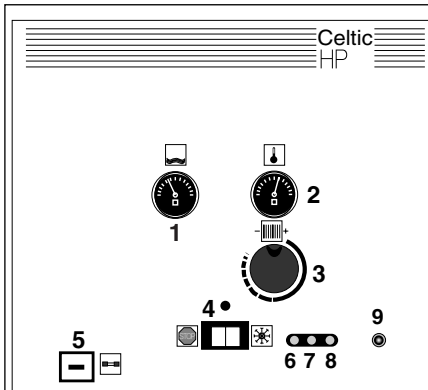

Fig. 1
Vérifiez que la pression dans le circuit de chauffage est suffisante : l'aiguille du manomètre (1) (fig. 1) doit se situer entre 1 et 2,5 bar même si la chaudière n'est utilisée
- Placer l'interrupteur (4) (fig. 1) en position « ☒ » ou en position « ☒ ».
Placer l'interrupteur (4) (fig. 1) en position « ☒ ». Cette chaudière est conçue pour fournir de l'eau chaude à température constante, pour un débit d'eau sanitaire compris entre 1,5 et 12 l/min. (à 57° C environ), les températures plus basses seront obtenues aux points de puisage par mélange d'eau froide.
Placer l'interrupteur (4) (fig. 1) en position « ☒ ».
Thermostat chauffage : le bouton (3) (fig. 1) de ce thermostat règle la température de l'eau du départ chauffage. Il donne la possibilité d'ajuster le niveau de température de l'eau dans les radiateurs du circuit de chauffage en fonction des besoins saisonniers.
Placez l'interrupteur (4) (fig. 1) en position « ☒ ». La chaudière produit alors uniquement de l'eau chaude.
- Placez l'interrupteur électrique (4) (fig. 1) en position arrêt « ☒ ».
Votre installation de chauffage ne peut fonctionner correctement que si la pression d'eau dans le circuit de chauffage est suffisante ; l'aiguille du manomètre (1) (fig.1) doit se situer entre 1 et 2,5 bar. Au-dessous de 1 bar, rétablissez la pression du circuit :
1. Placez l'interrupteur (4) (fig. 1) sur la position «».